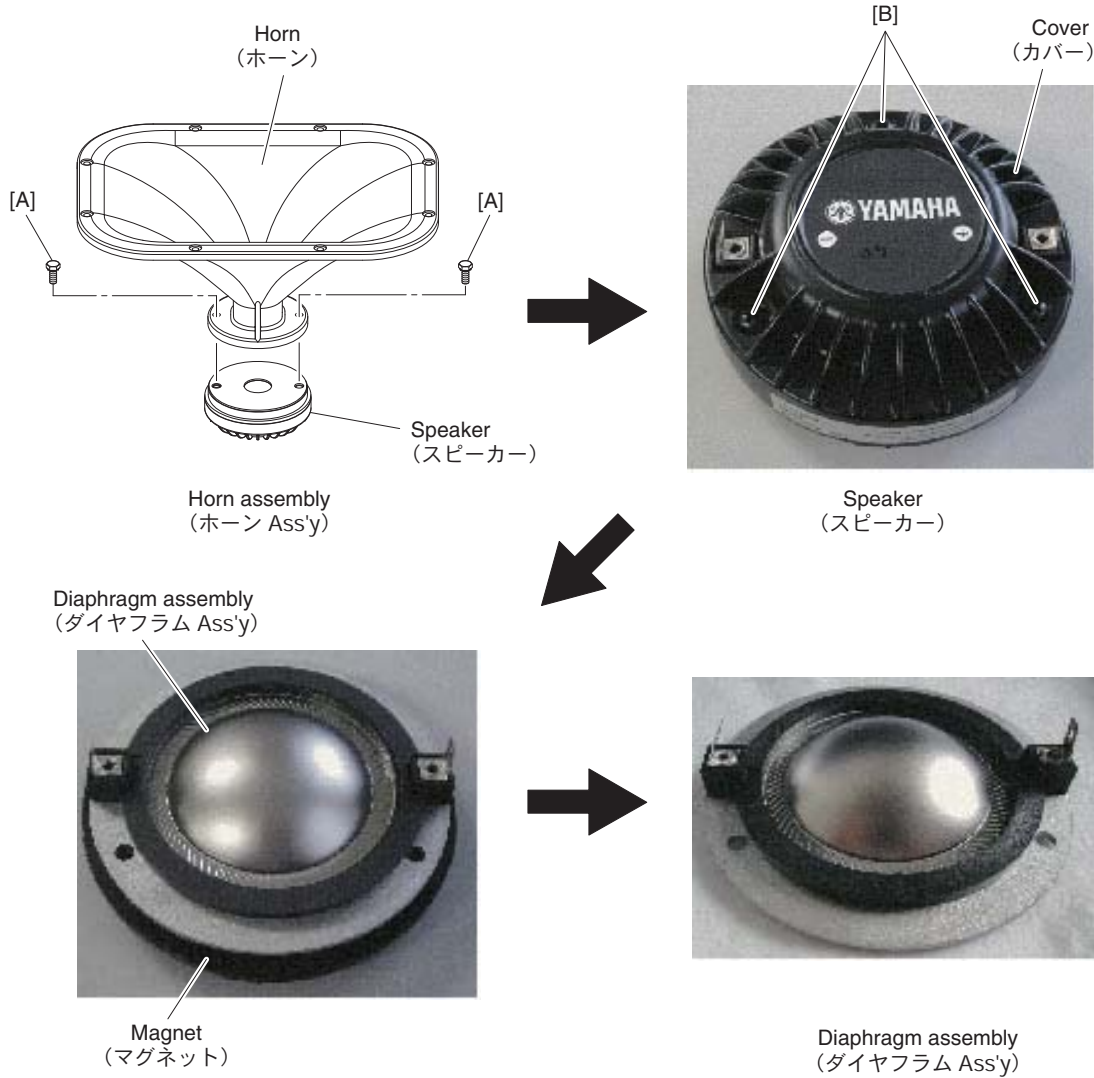

Fig. 6 (図 6)
(Fig. 6)
The horn and the speaker can then be separated. (Fig. 6)
3-6-1 Remove the three (3) screw marked [B], and remove the cover from the speaker. (Fig. 6)
The diaphragm assembly and the magnet can then be separated. (Fig. 6)
3-5-1 [A] の六角ボルト 2本を外して、ホーンとスピーカーに別けます。(図6)
3-6-1 [B] のネジ 3本を外して、スピーカーからカバーを外します。(図6)
ダイアフラム Ass'y とマグネットを別けます。(図6)